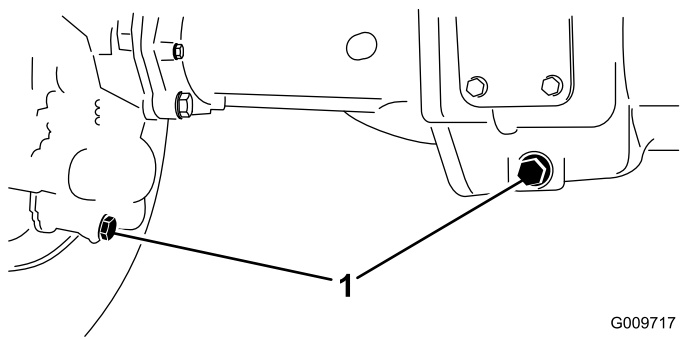

Figure 112
2. Nettoyez la surface autour des 3 bouchons de vidange, 1 à chaque extrémité et 1 au centre (Figure 112).